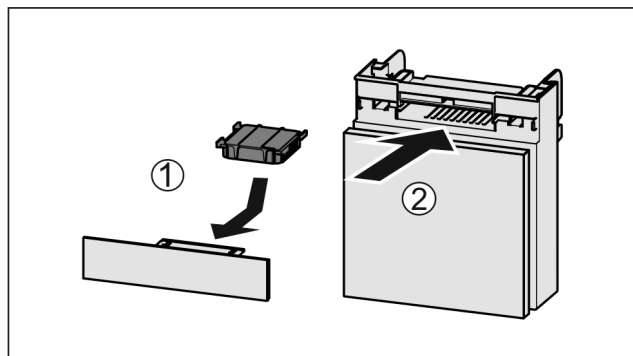

Fig. 228
- Aktivkohlefilter nach Abbildung einsetzen Fig. 228 (1).
- Fach einschieben Fig. 228 (2).